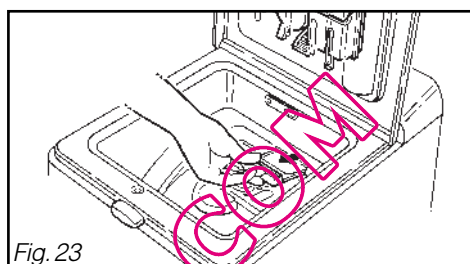

Fig. 23
- enlevez le filtre de son logement en le tirant vers vous (Fig. 23).